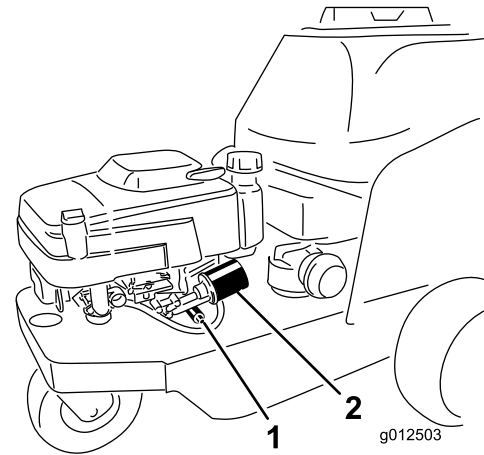

図 38
- オイル・ドレン・バルブの下に適当な容器を置く (図 38)。